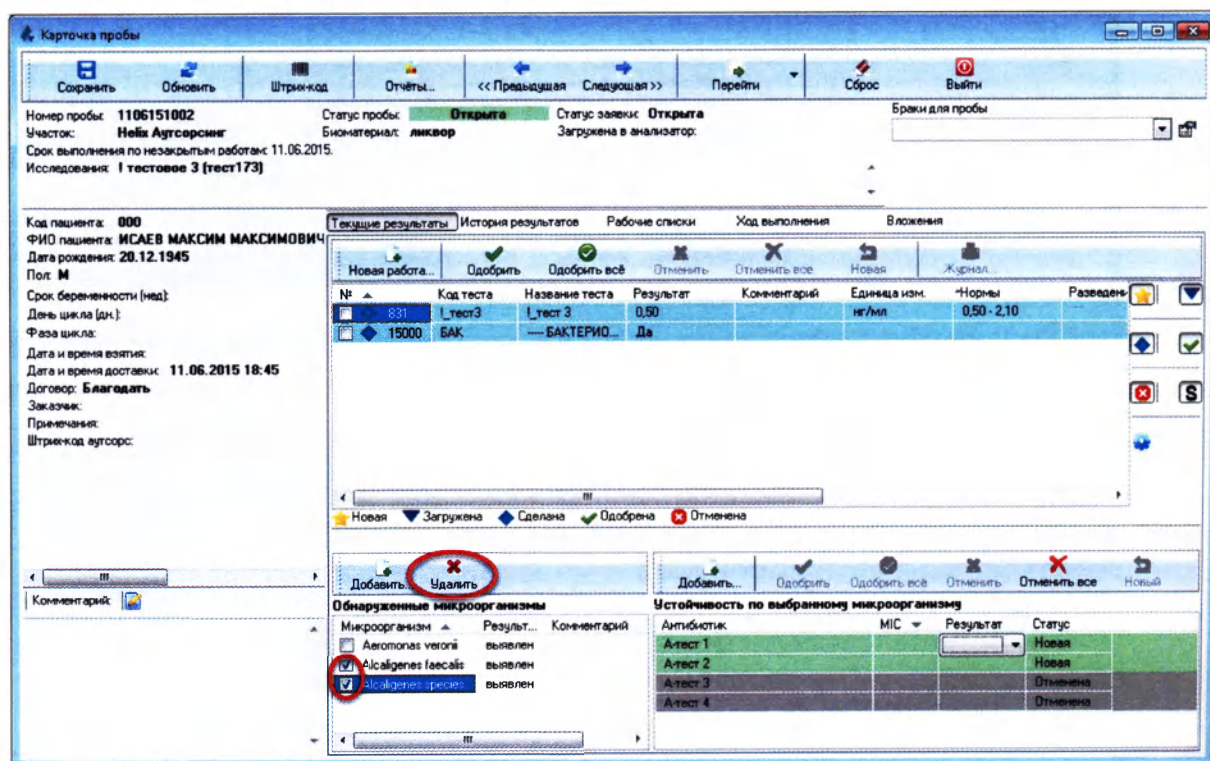

Рисунок 8.11
2. Нажмите кнопку «Удалить» (Рисунок 8.11):